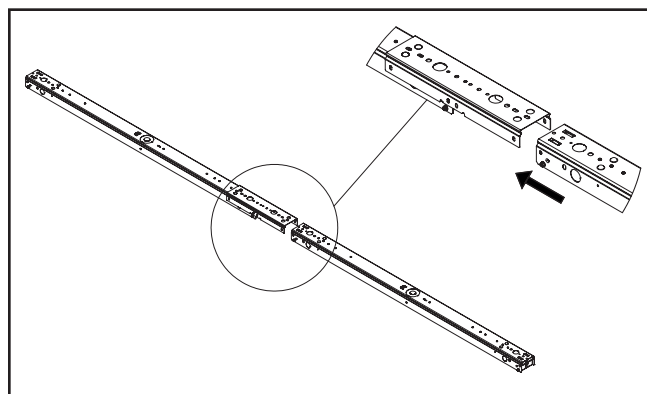

Figura 3.
3. Sujete el canal en el otro extremo del dispositivo de unión de canales. (Figura 3.)